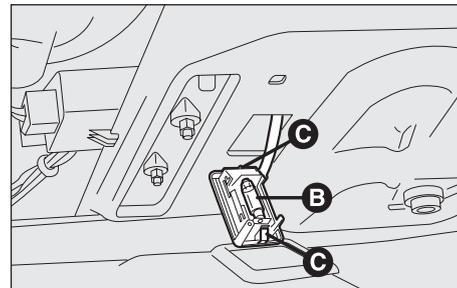

Abb. 65
- Die zylinderförmige Glühlampe (**B, Abb. 65**) nach außen ziehen. Vergewissern Sie sich, dass die neue Glühlampe korrekt zwischen den Kontakten eingesetzt wird.
- Die transparente Abdeckung wieder aufsetzen, wobei die Zungen (**C, Abb. 65**) hörbar einrasten müssen.